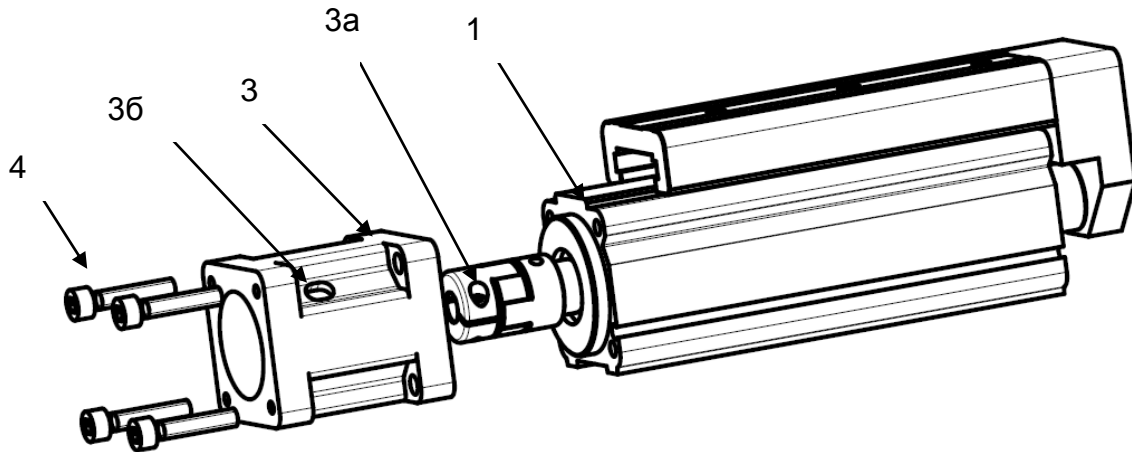

Рисунок 9 – Установка корпуса.
2) установить корпус монтажного комплекта (поз. 3) на модуль (поз. 1), закрепить винтами (поз. 4) (см. рисунок 9);
ВНИМАНИЕ!!! При установке корпуса (поз. 3) отверстие под винт муфты (поз. 3а) должно быть направлено в сторону отверстия на корпусе (поз. 3б) (см. рисунок 9);